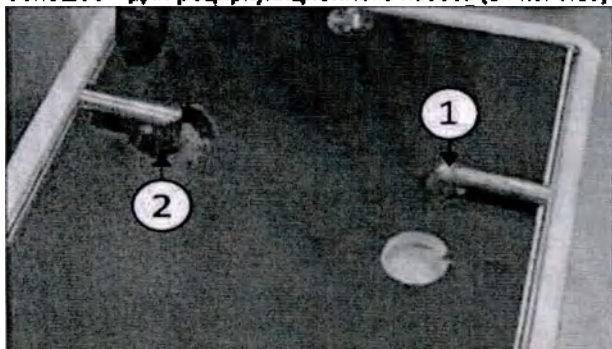

Рис. 6.13
11) ОПЦИОНАЛЬНО: Для моделей с двумя бойлерами и трехфазным питанием нагреватель горячей воды имеет 2 различных гидравлических соединения сверху. Самое маленькое соединение (1 Рис. 6.13) предназначено для водопроводной трубы, самое большое – для рециркуляционного насоса (2 Рис. 6.13). Соедините их оба и зафиксируйте зажимами.